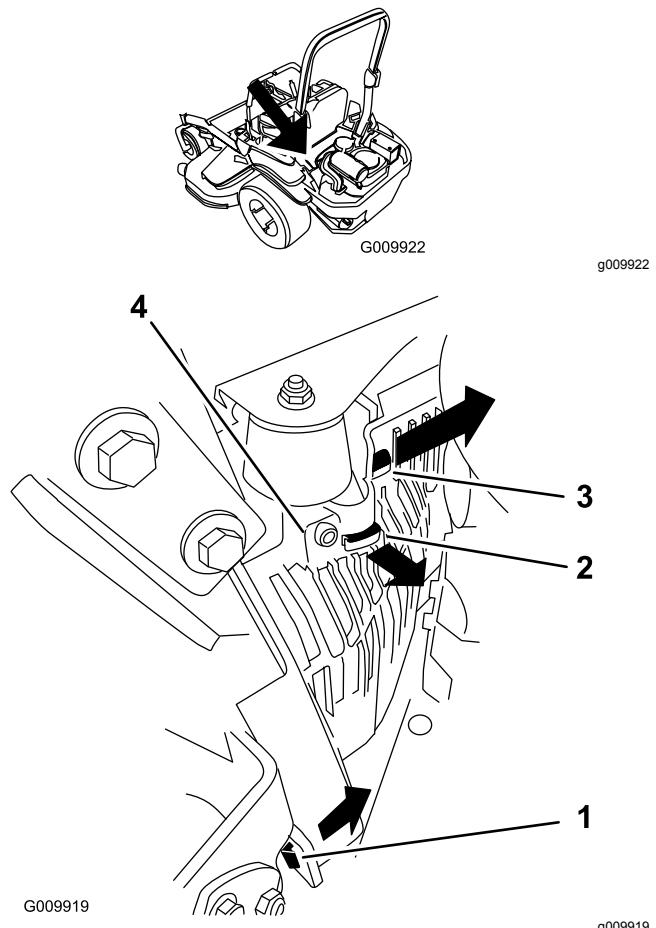

Figure 39
3. Déposez la protection de l'unité hydraulique gauche dans l'ordre indiqué à la Figure 39. Vous pourrez ensuite accéder à la bougie avant.
2. Posez la protection de l'unité hydraulique (Figure 39).